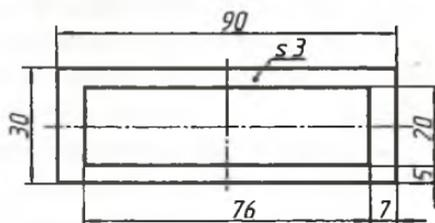

Рис. 26. Чертеж опорной вставки под лобовое стекло
3. Выполнить изготовление деталей крыши, капота, вставки под лобовое стекло¹ (рис. 26) в следующей последовательности: